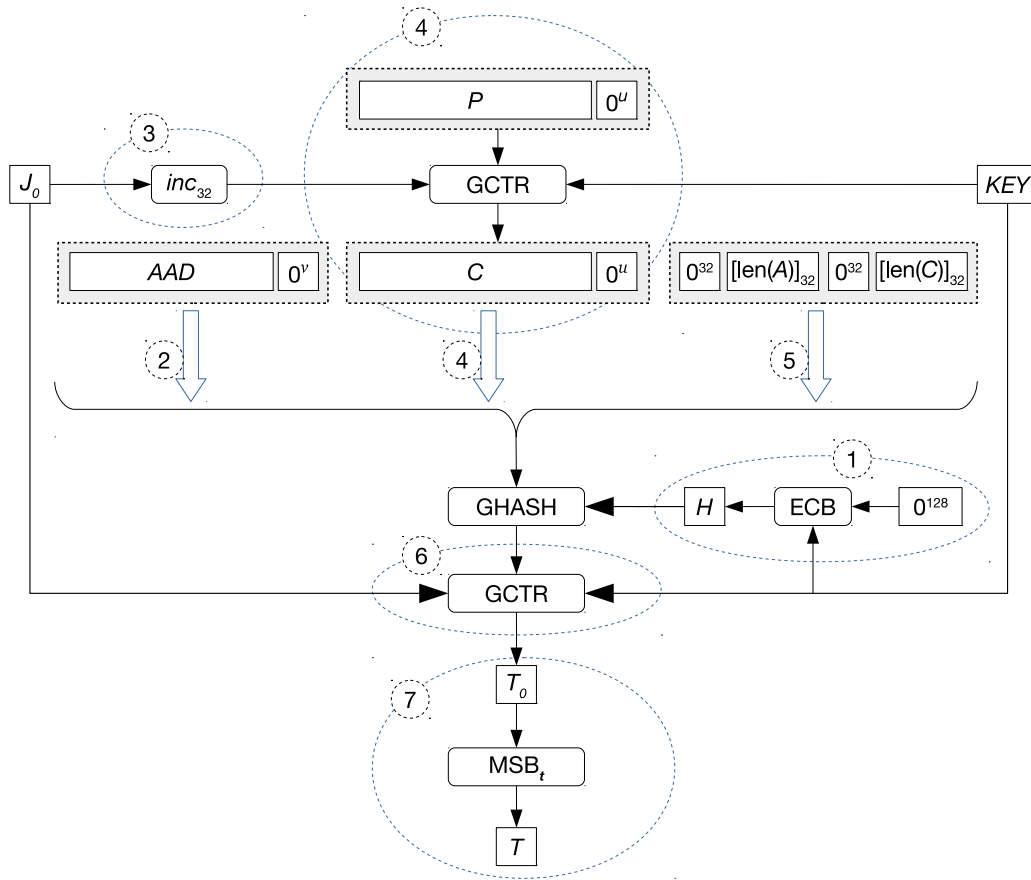

图 17-1. GCM 加密操作流程图
ESP32-S2 中 AES 加速器直接支持 GCM 算法（更多信息，请见 NIST SP 800-38D 标准）。值得注意的是，考虑到实际使用中很少会使用长度超过 $2^{32} - 1$ 比特的 AAD 、 C 和 P ，我们在算法中将 AAD 、 C 和 P 的长度限制在 $2^{32} - 1$ 比特之内。图 17-1 显示了 ESP32-S2 内置 AES 加速器实现 GCM 加密算法的流程。
GCM 解密运算与 GCM 加密运算基本相同，仅有一处差别：在图 17-1 中的步骤 4 中，使用 GCTR 算法对封装后的密文做解密运算，得出明文。此处不再赘述。
在 GCM 操作中，哈希子密钥 (H) 是一个 128-bit 的值，由硬件计算求出，即图 17-1 中的步骤 1，对应 NIST SP 800-38D 标准中“7 GCM Specification”中的“Step 1. Let $H = CIPH_K(0^{128})$ ”描述。
在 GCM 操作中， J_0 是一个 128-bit 的值，由软件计算求出，将参与到图 17-1 中的步骤 3 和步骤 6 的计算中。具体的计算方式在 NIST SP 800-38D 标准中的“7 GCM Specification”章节部分有明确定义。请参阅 NIST SP 800-38D 获取更多算法标准的相关信息。
认证标签 (Authenticated Tag，简称为 Tag) 是 GCM 计算的最终结果之一，由软件完成计算，对应图 17-1 中的步骤 7，具体取值由长度参数 t ($1 \leq t \leq 128$) 决定：